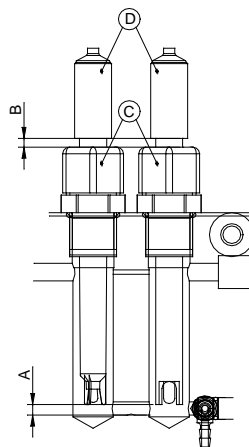

Figure 8 - Détail du montage des électrodes et de la paire d'électrodes
- Insérer les électrodes en veillant à laisser au moins 10 mm à partir du fond du logement dans le porte-sonde en plexiglas (Figure 8, pos. A)
- Serrer les bagues (Figure 8, pos.C) à la main en veillant à éviter la rupture du plastique des électrodes mêmes.